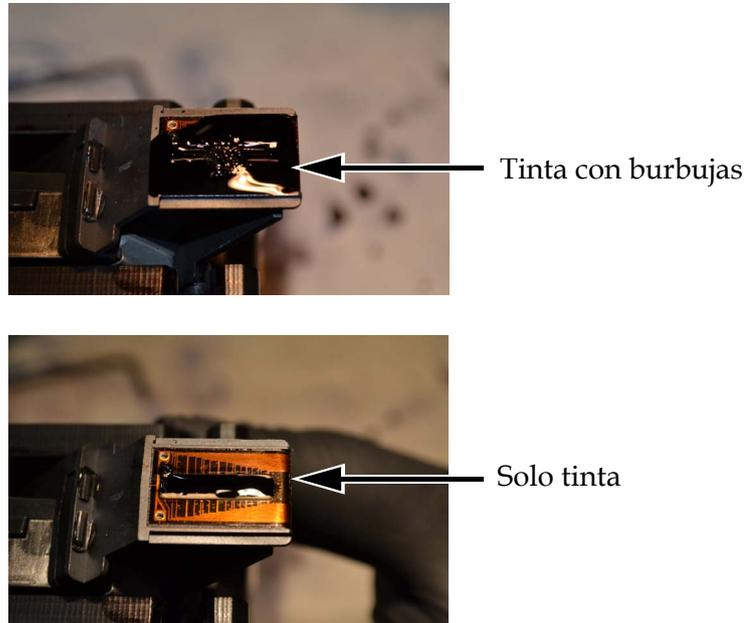

Figura 5-3: Tinta acumulada en el conjunto de orificios
- 4 Introduzca una herramienta de cebado (elemento 1) por el punto de acceso y presione ligeramente hasta que la tinta se empiece a acumular en el conjunto de orificios, como se muestra en la Figura 5-3 en la página 5-4.